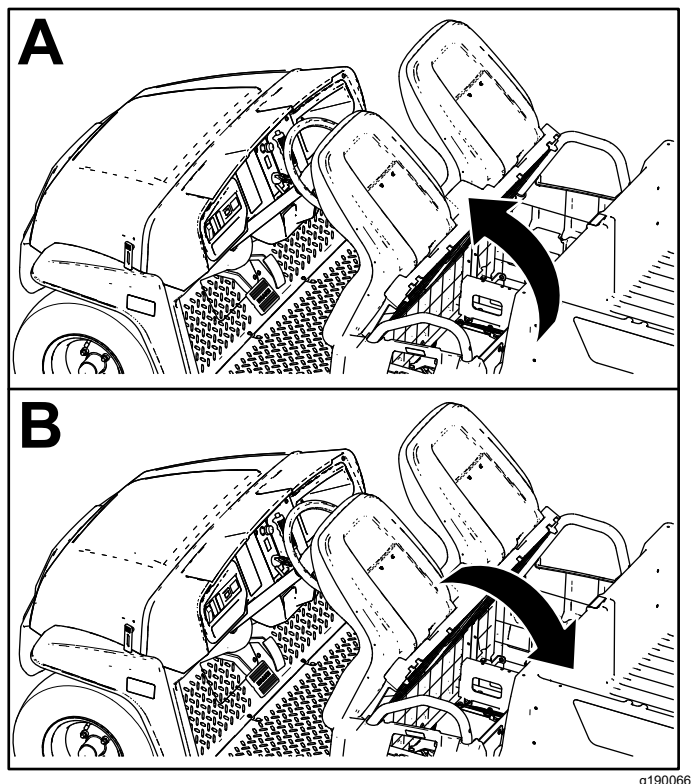

Figure 24
Pour lever l'ensemble sièges, basculez-le en avant jusqu'à ce qu'il soit en appui sur le volant (Figure 24).
Pour baisser l'ensemble sièges, rabattez-le en arrière jusqu'à ce qu'il retrouve sa position initiale (Figure 24).
1. Basculez l'ensemble sièges en avant, en position levée (Figure 24).